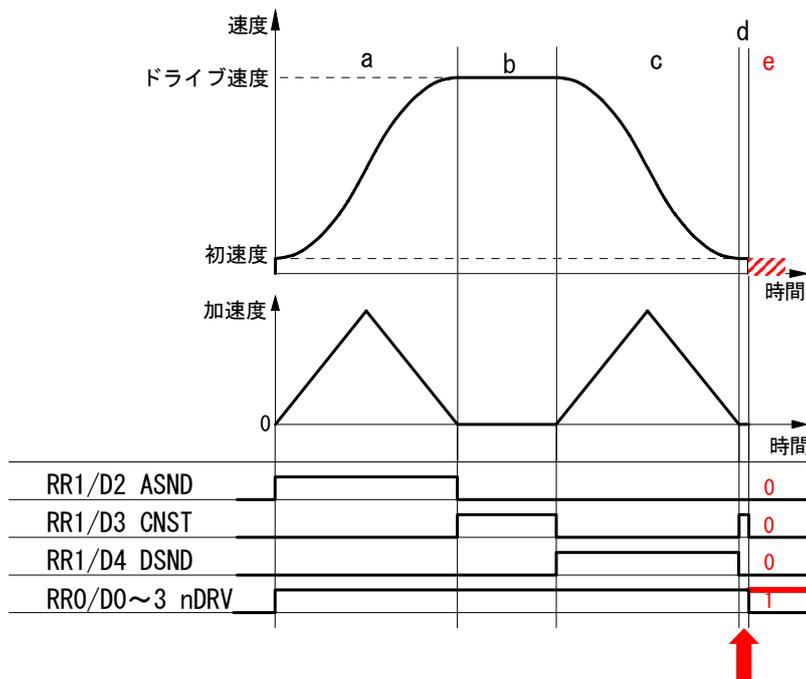

図3 RR1レジスタが示す加減速状態
I Cの RR1 レジスタからは、加速中(ASND)、定速中(CNST)、減速中(DSND)の加減速状態を読み取ることができますが、この時の加減速状態は次の図3 ようになります。
減速停止要求が入ると不具合が発生する可能性がある区間は図3中dの区間で、この時の加減速状態は定速(CNST=1)を示しています。また不具合(連続してパルスを出す)が発生した場合には、ドライブ中(RR0/nDRV=1)にもかかわらず、ASND,CNST,DSNDはいずれも0となります。
基本的には減速が始まったら、減速停止をさせる必要がないわけですから、減速停止命令(26h)の発行を禁止するようにします。減速中であることを知るには通常 nRR1/D4(DSND)を見ますが、図3に示すように、減速停止命令を書くと不具合が発生するのは図3中dの区間です。この区間ではDSNDビットは0になりCNSTビットが1になります。従って、回避策として次の2つの方法を提案させていただきます。
減速停止をかけたい区間は加速時及び定速時(図3のaとb)ですが、図3に示すように、不具合を起こす区間dも定速区間bと同じ定速状態を示します。しかし現在速度に違いがあり定速区間bでは設定ドライブ速度に近く、不具合を起こす区間dでは初速度に近い値です。従って、ドライブ開始前に初速度とドライブ速度の中間の速度を判定速度((ドライブ速度-初速度)/2+初速度))として求めておき、ドライブ中減速停止命令を発行する時には、加速中(ASND=1)または定速中(CNST=1)で且つ現在速度>=判定速度ならば減速停止命令を発行するようにします。
割り込みの発生要因として、図 3 に示す S 字加減速の定速域(b 区間)終了を設定することができます。しかしこの割り込みは、図 3 に示すように、ドライブ終了間際に d 区間がある場合、すなわち終了間際に初速度に到達した場合、あるいは加速度が 0 になった場合にも発生します。不具合はドライブ終了間際に、速度が初速度に到達しないで加速度が 0 に落ちた状態で、減速停止要求が発生すると起きますので、必ず d 区間が現れます。d 区間終了時の割り込み発生のタイミングで不具合か否かを判定する方法です。
- ① 定速域終了を確認します。ドライブしている軸の RR3/D5(C-END)ビットが 0 の場合は、他の割り込み要因ですので、そちらの割り込み処理を行ないます。
- ② 減速域に入ったか確認します。RR1/D4(DSND)=1 の場合は、図 3 の b 区間から c 区間にはいった時ですから、そのまま処理を終了します。=0 の場合は d 区間終了であることを示していますので、③の処理に移ります。
- ③ ドライブの終了を確認します。もしドライブが終了していれば、d 区間も正常に終了したことなので、そのまま処理を終了します。ドライブが終了していない場合は、d 区間が終了したにもかかわらずドライブ状態であることですので、不具合が発生したことがほぼ確定できます。即停止命令をかける前に、次の④と⑤は安全のために確認します。
- ④ ハードリミットがオンしていることを確認します。RR1/D12,D13 ビットはそれぞれ+方向、-方向のリミットが作動すると 1 を示しますので、D12=1 または D13=1 ならば、進行方向のリミットがオンしたと判断します。
- ⑤ 不具合発生時には ASND=CNST=DSND=0 となるので、これを確認します。
- ⑥ 即停止命令を発行します。
図 3 の d 区間において進行方向のリミットがアクティブになると不具合が発生します(正確には、まれに発生する場合があります)。これを事前に回避する方策はありませんので、不具合が発生したら直ちに停止させる方法を取ることになります。図 3 に示すように不具合が発生すると(e 区間)、ドライブ状態のまま(RR0/nDRV=1)、加減速状態は ASND、CNST、DSND とともに 0 になります。この状態は正常なドライブでは起きません。よって、次のような対策のための処理例を示します。